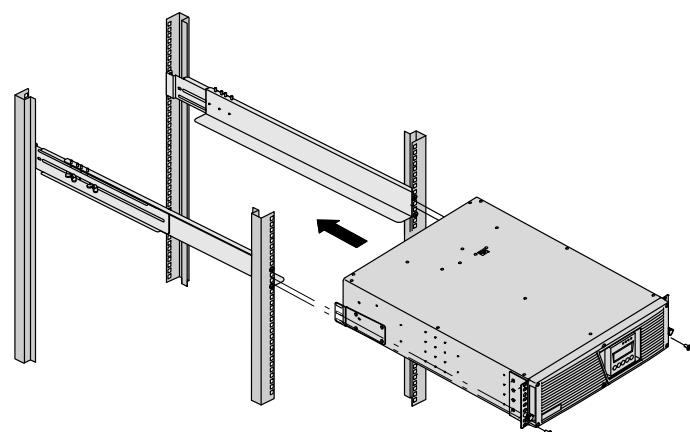

Рисунок 9. Установка шкафов
13. Прикрепите переднюю часть шкафа к стойке двумя винтами с круглой головкой M6 × 12 мм с каждой стороны (см. Рисунок 9).